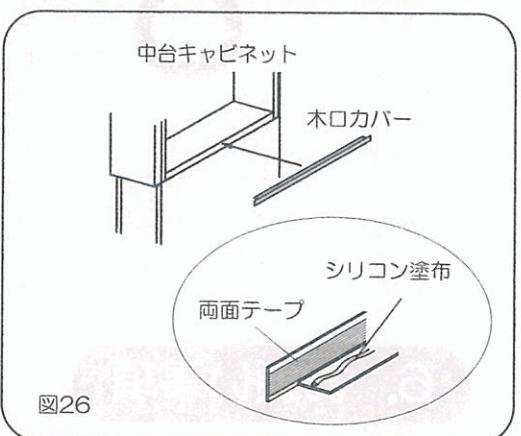

図26
3)木口カバー裏面にシリコンを塗布し、両面テープで中台キャビネットの木口に貼付けてください。はみ出したシリコンはきれいにふき取ってください。(図26)
4)棚板を設置してください。(4ページ(3) 参照)